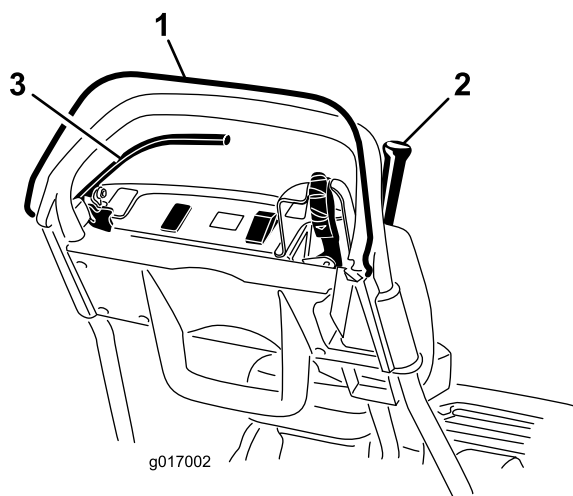

Figura 27
3. Con el CPO quitado, intente engranar la palanca de tracción (Figura 27). La palanca de tracción no debe engranarse. Si la palanca de tracción se engrana, es necesario ajustar el sistema de interruptores de seguridad. Corrija el problema antes de usar la máquina. Consulte Mantenimiento de los interruptores de seguridad.
4. Con el CPO apretado y la palanca de tracción engranada, suelte el CPO (Figura 27). La palanca de tracción debe desengranarse. Si la palanca de tracción no se desengrana, es necesario ajustar el sistema de interruptores de seguridad. Corrija el problema antes de usar la máquina. Consulte Mantenimiento de los interruptores de seguridad o Ajuste del control de tracción.
5. Con el CPO presionado y la palanca de cambios hacia la izquierda, engrane la tracción y el molinete, y suelte el CPO (Figura 27). La palanca de tracción debe desengranarse. Si la palanca de tracción no se desengrana, es necesario ajustar el sistema de interruptores de seguridad. Corrija el problema antes de usar la máquina. Consulte Mantenimiento de los interruptores de seguridad, Ajuste del control de tracción, o Ajuste del control del molinete.
6. Con el CPO presionado y la palanca de cambios hacia la izquierda para engranar la tracción y el molinete, mueva la palanca de cambios a la derecha para desengranar la transmisión del molinete (Figura 27). La transmisión del molinete debe desengranarse. Si la palanca de tracción no se desengrana, es necesario ajustar el sistema de interruptores de seguridad. Corrija el problema antes de usar la máquina. Consulte Ajuste del control del molinete.
2. Con la palanca de tracción desengranada, el freno de servicio puesto y los controles del motor en la posición de arranque (Figura 27). Intente arrancar el motor. El motor debe arrancar. Si el motor no arranca, es necesario ajustar el interruptor de seguridad. Corrija el problema antes de usar la máquina. Consulte Mantenimiento de los interruptores de seguridad.
3. Con el motor en marcha, ponga el freno de servicio (no el freno de estacionamiento), apriete el CPO y engrane la palanca de tracción (Figura 27). El motor debe trabajar para superar el efecto del freno, pero no debe pararse. Si el motor se para inmediatamente, es necesario ajustar el interruptor de seguridad. Corrija el problema antes de usar la máquina. Consulte Mantenimiento de los interruptores de seguridad.
4. Con el motor en marcha, ponga el seguro del freno de estacionamiento, apriete el CPO y engrane la palanca de tracción (Figura 27). El motor debe pararse. Si el motor no se para, es necesario ajustar el interruptor de seguridad. Corrija el problema antes de usar la máquina. Consulte Mantenimiento de los interruptores de seguridad.
2. Con el CPO apretado, la palanca de tracción engranada y los controles del motor en la posición de arranque (Figura 27). Intente arrancar el motor. El motor no